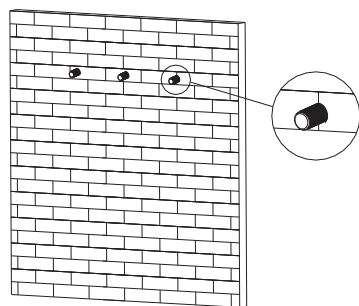

图3-11
2. 用冲击钻在参考位置打孔, 并塞入膨胀螺栓, 如图3-11;